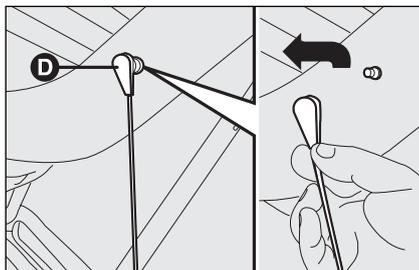

fig. 101
- rimuovere la cappelliera (ripiano posteriore) liberando le estremità superiori **D**-fig. 101 dei due tiranti, sfilando gli occhielli dai perni e spingendoli nella direzione della freccia;